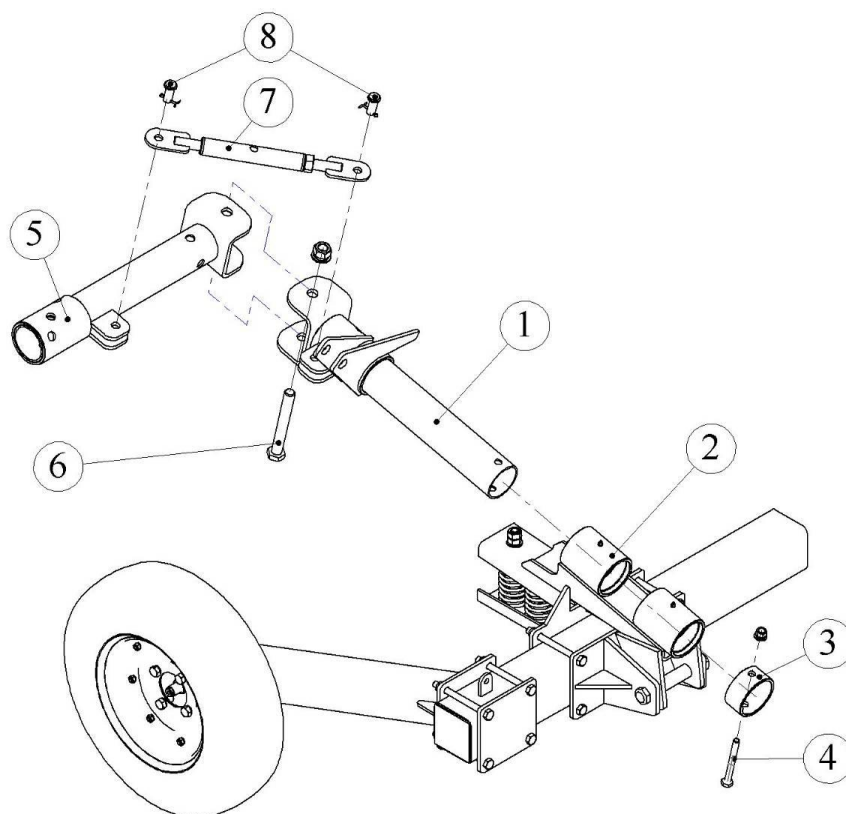

Рис. 4.2.2. Сборка рычагов ГПП-8
4.2.4. Вставьте рычаг поворотный (1) в корпус (2) как показано на рисунке рис. 4.2.2 и зафиксируйте его с помощью втулки (3) болтом (4) М12х110, гайкой М12, подложив шайбу плоскую и шайбу пружинную. Крепление предварительное, туго не затягивать.
Величина ширины захвата устанавливается в зависимости от требуемой ширины образуемого валка, путем регулировки талрепа (поз. 7, рис. 4.2.2).